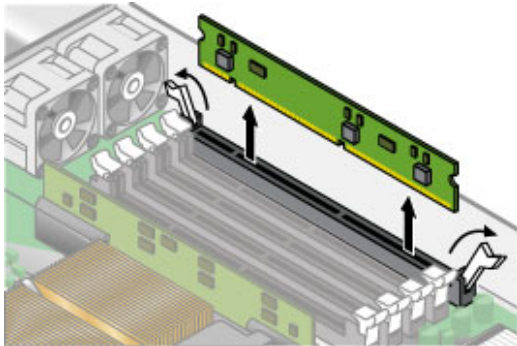

图 3-23 拆除内存 VRM
3. 按下插槽两端的弹出棒，将内存 VRM 拆除（请参见图 3-23）。